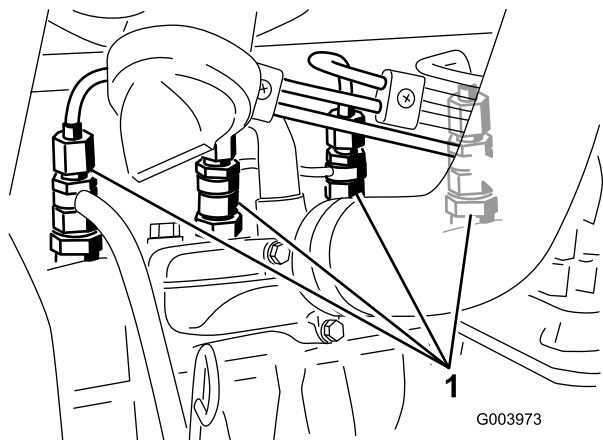

図 55
1. 燃料噴射ポンプの No.1インジェクタ・ノズル (図 55)へのパイプ接続部をゆるめる。